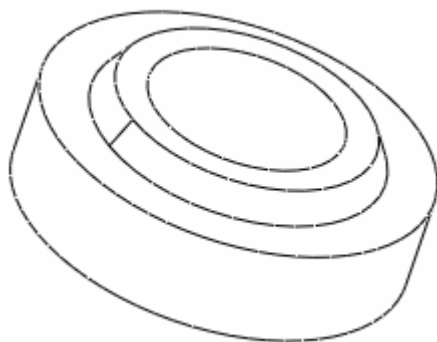

图 28-5
- (6) 输入拉伸角度为“ 30° ”，系统完成唇特征的建立，如图 28-5 所示。